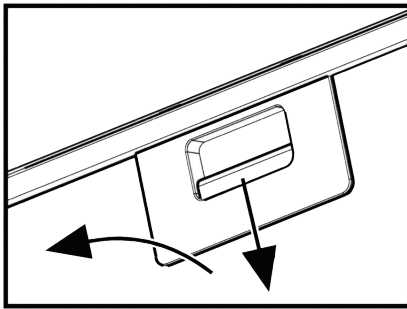

Abb. 6
8.7 Zum Entfernen des Aluminiumfilters (**Abb. 6**) muss der Federbolzen gedrückt und der Filter von der Verkleidung abgenommen werden. Installieren Sie den Filter in umgekehrter Reihenfolge.